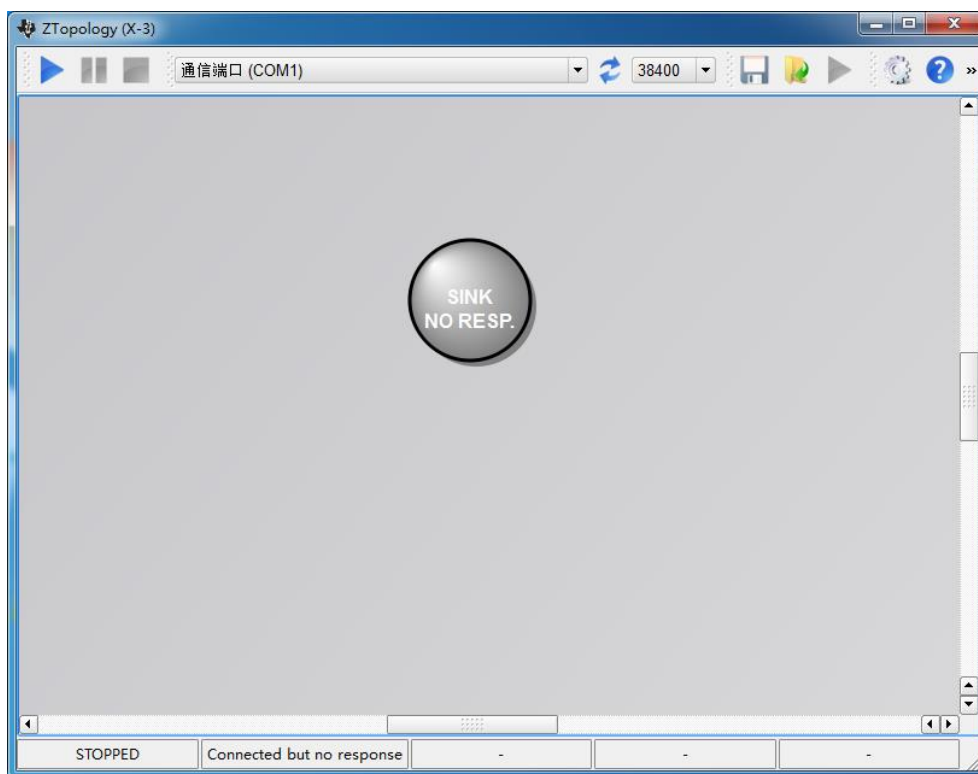
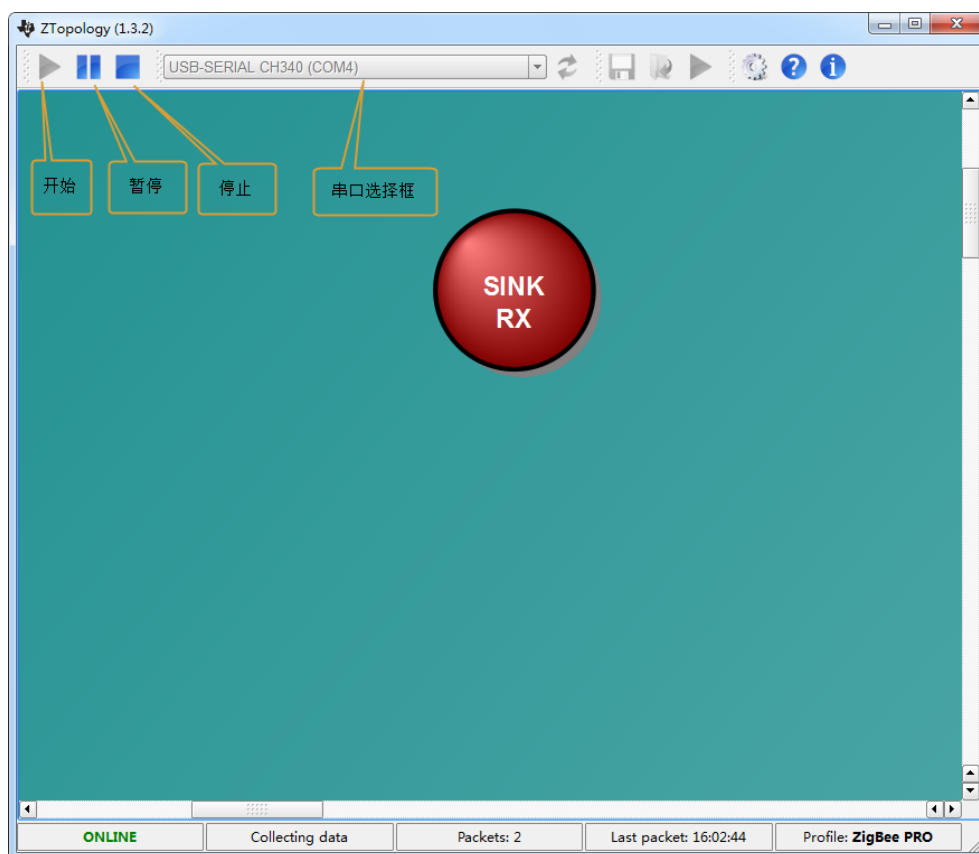
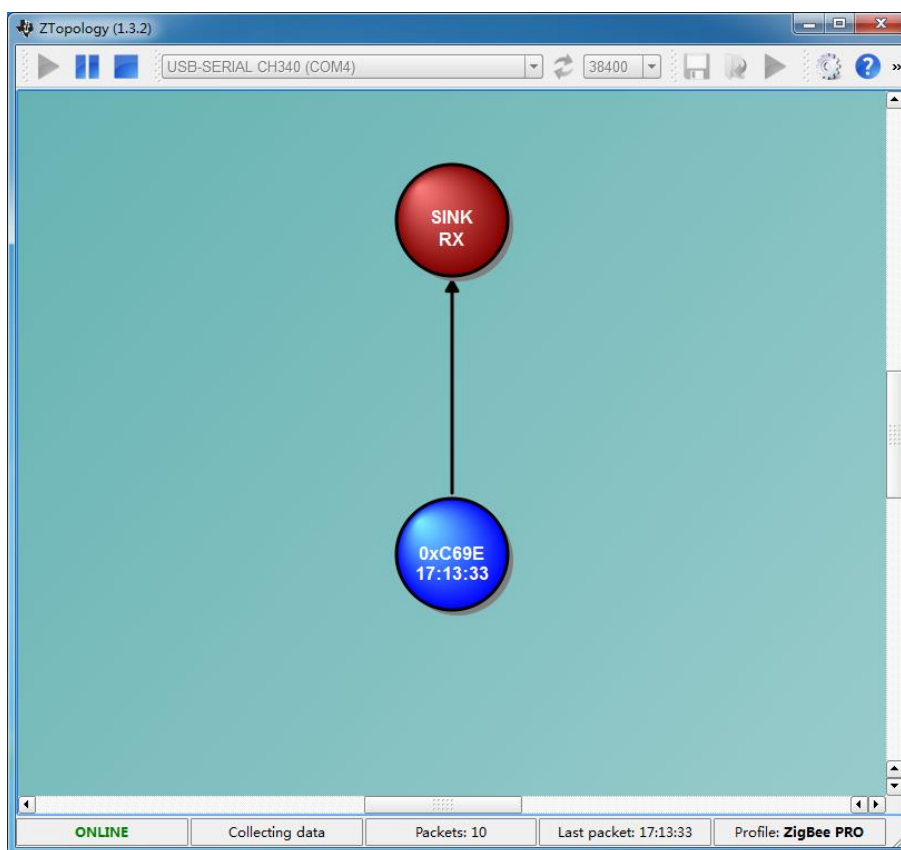
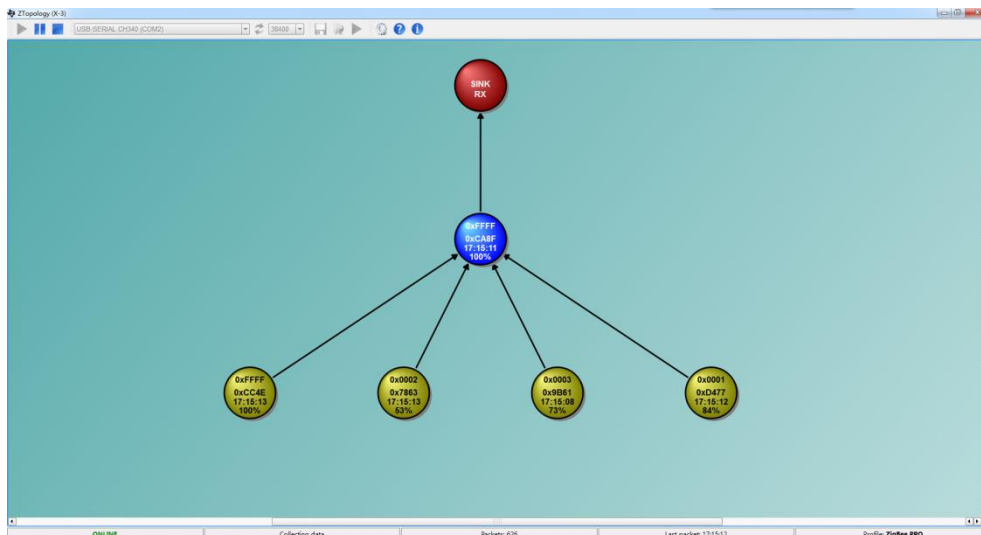

图 8 ZTopology 界面
图 9 ZTopology(1.3.2)
图 10 两个路由器 ZTopology
图 12 寻找父节点
例。下载并安装 ZTopology 软件。成功安装软件后，将配置成协调器的 ZG800x，连接到 PC 端的串口上。此时打开 ZTopology 软件版本为 X-3，其整个界面如图 8 所示。
- 在 ZTopology 软件界面中，串口选择框上选择协调器的串口号。然后点击开始按钮，此时 ZTopology 中的圆圈变成暗红色，表示协调器已经在线。如图 9 所示。
- 在图 9 的界面中，按下方形的停止按钮，使 ZTopology 处于停止状态，其效果如图 8 所示。接下来将每个路由器依次上电，直到每个路由器都正常的加入网络，即黄色灯常亮。接着按下 ZTopology 界面中的开始按钮。此时 ZTopology 的界面如图 10 所示。
- Zigbee 终端节点在失父节点时，会自动寻找其它的父节点。比如将图 10 中的协调器关闭，其孩子节点就会以 rejoin 的方式加到旁边的路由器中，在此过程中 zigbee 短地址与自定义地址保持不变。如图 12 所示。